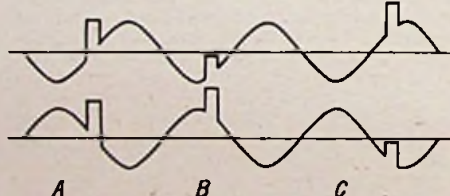

Bild 12. Wirkungsweise der Schaltung nach Bild 11; zwei um 180° phasenverschobene Sinusspannungen werden mit dem Synchronisierimpuls verglichen
Mittels des Übertragers T werden die um 180° verschobenen Sinusspannungen erzeugt, an die Dioden gelegt und der Mitte des Übertragers T der Synchronisierimpuls zugeleitet. Der Punkt A erhält eine negative Vorspannung, die den richtigen Arbeitspunkt für die Phasenschieberröhre 2 einstellt. Am Punkt B wird die Regelspannung abgenommen. Diese ist gleich Null, wenn der Impuls nach Bild 12 bei A auf der Flankenmitte der Sinusspannung steht. Die gleichgerichteten Teilspannungen der Dioden heben sich dann auf.
Wandern die Synchronisierzeichen in Bild 12 von der Mitte zur linken Seite (B), so entsteht eine positive Regelspannung, während Impulse, die nach rechts wandern, eine negative Regelspannung erzeugen (C). Wenn die Frequenz der Synchronisierzeichen kleiner ist als die des Resonanzkreises, so erscheint eine positive Spannung am Gitter der Phasenschieberröhre. Sie steuert die Frequenz des Schwingkreises zu kleineren Werten; dadurch werden der Frequenzunterschied und die Regelspannung geringer, bis es zu einem Gleichgewichtszustand kommt. Umgekehrt tritt auch eine Regelung ein, wenn die Oszillatordiode sich verändert.